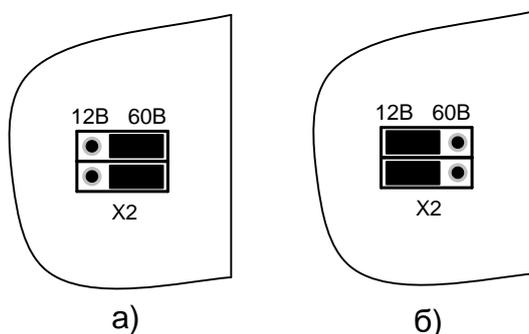

Рис.2.3. Положение переключек на переключателе X2
- Выставить положение перемычек в соответствии с требуемым режимом работы (см. рис.2.3).